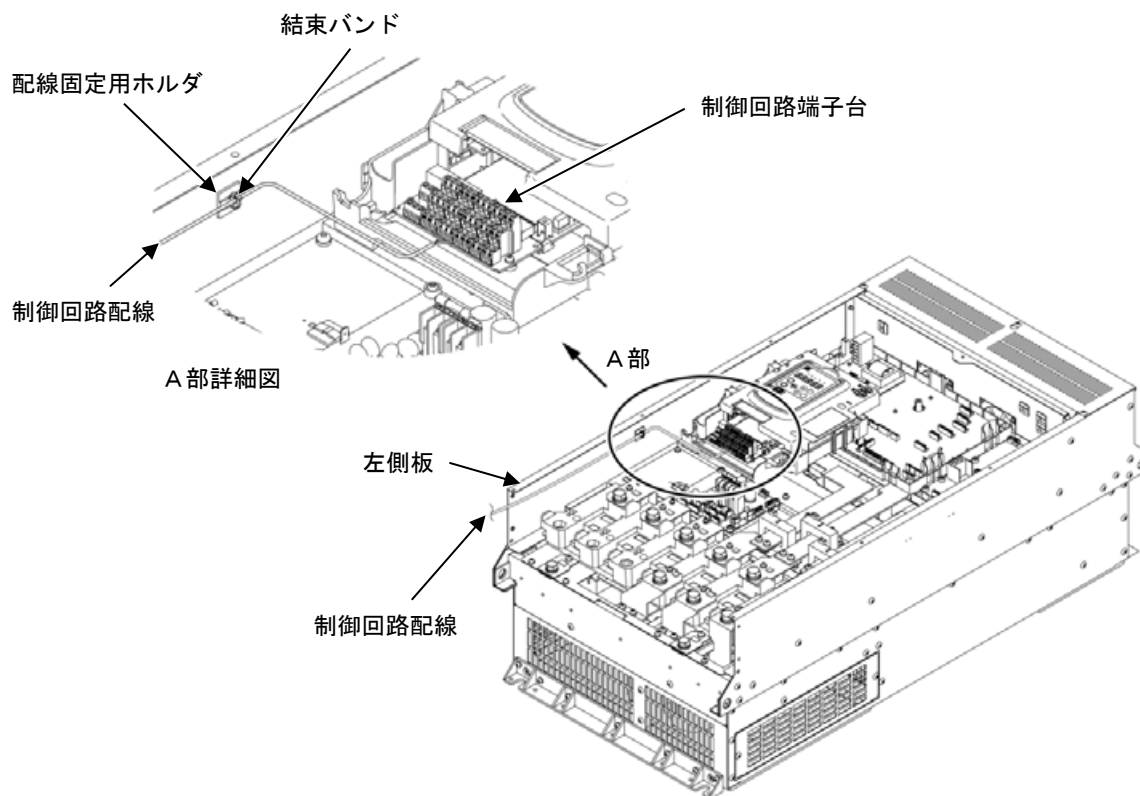

図 2.2-13 制御回路配線ルートと固定位置
- ① 図 2.2-13 に示すように、インバータの左側板に沿って引き出してください。
- ② 配線は、結束バンド（インシュロックなど）で、配線固定用ホルダに固定してください。